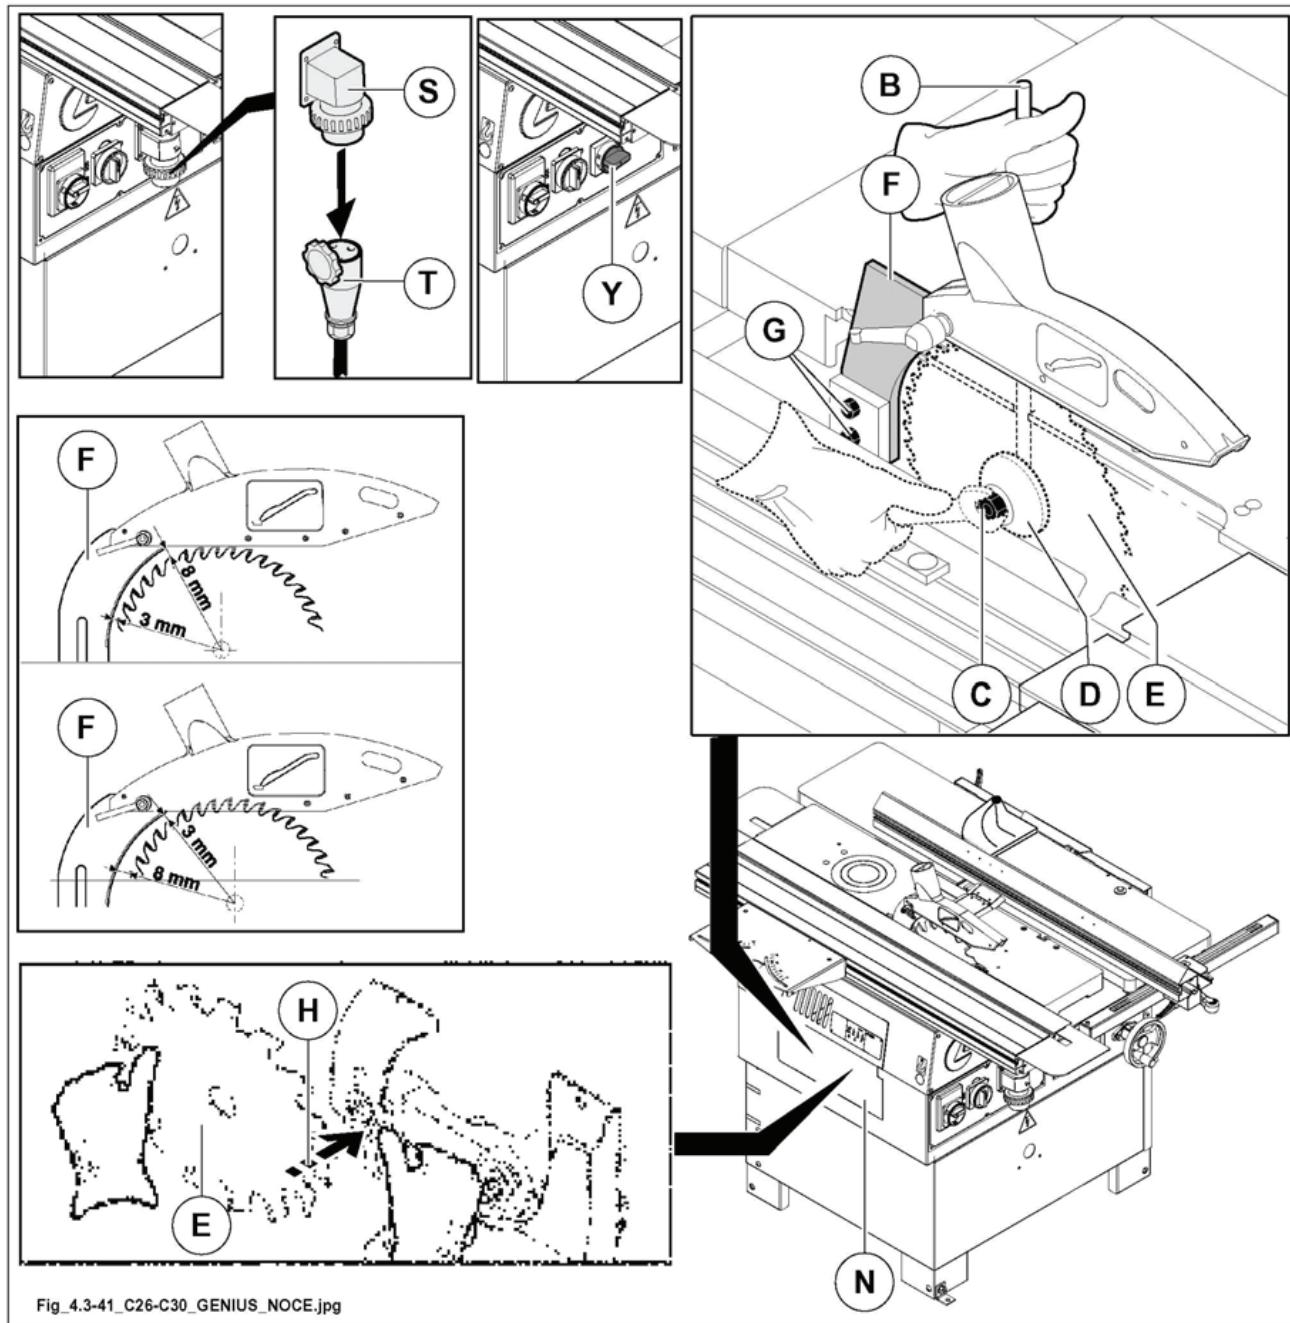

Рис. 4.3-41
*Вариант исполнения для США и Канады: Перед началом действий по уборке, техническому обслуживанию, наладке станка или замене его элементов надлежит перевести в нулевое положение выключатель общего питания Y (рис. 4.3-41), заблокировать его навесным замком и вывесить соответствующий предупреждающий плакат.*
Операция выполняется через дверцу N (рис. 4.3-41).
- 2) Открыть дверцу N (рис. 4.3-41).
- 4) Вставить стержень B (рис. 4.3-41) в отверстие на шкиве вала пилы.
(versione USA e CANADA) предохранительный концевой выключатель гарантирует, что при открытом кожухе N (рис. 4.3-41) двигатель не может быть запущен.
Гайка блокировки пилы (С рис. 4.3-41) – левая. Чтобы отвинтить ее, следует вращать по часовой стрелке.
- 5) Ослабить блокировочную гайку С (рис. 4.3-41), используя шестигранный ключ на 24 мм. Снять фланец D (рис. 4.3-41).
- 6) Установить последовательно пилу Е (рис. 4.3-41), фланец D (рис. 4.3-41) и гайку С (рис. 4.3-41) (для предотвращения вибрации перед установкой пилы тщательно очистить фланцы). Для удобства установки пилы Е (рис. 4.3-41) необходимо слегка развести стенки стружкоприемника и пропустить пилу через образовавшуюся щель в месте, показанном стрелкой Н (рис. 4.3-41).
- 7) Затянуть гайку ключом на 24 мм, используя стержень В (рис. 4.3-41).
- 8) Отрегулировать положение расклинивающего ножа F (рис. 4.3-41) по высоте, ослабив гайку G (рис. 4.3-41).
из соображений безопасности обязательно закрыть защиту (N рис. 4.3-41), в противном случае: